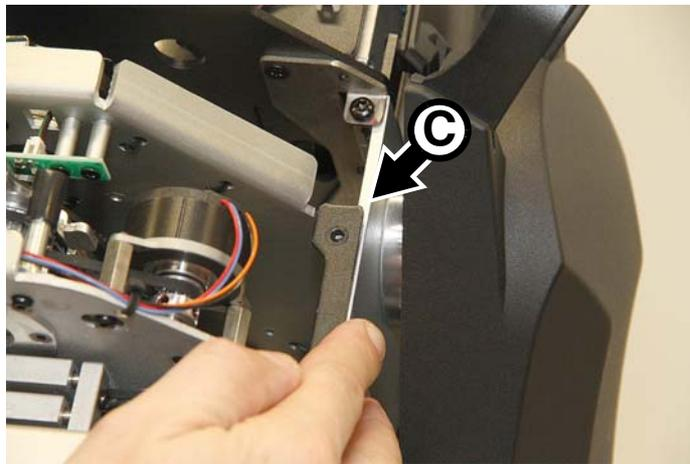

Figure 27: Repose des platines de blocage
10. Voir Figure 27. Repoussez les platines de blocage **C** en position sur le module et remontez les 4 vis Torx en position. Vérifiez que les six vis sont convenablement serrées.